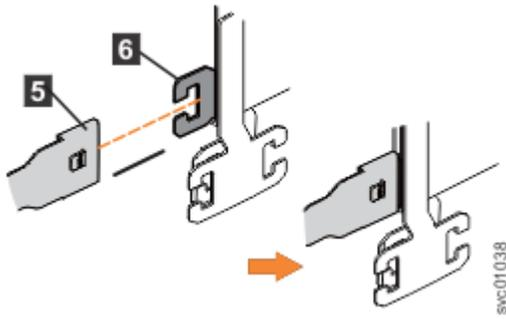

図 45. 右側のサポート・レールへの上部 CMA のサポート・レール・コネクタの取り付け
4. 62 ページの図 45 に示すように、上部 CMA アセンブリのサポート・レール・コンネクター (⑤) を、右側のサポート・レールのコンネクター・ベース (⑥) に取り付けます。